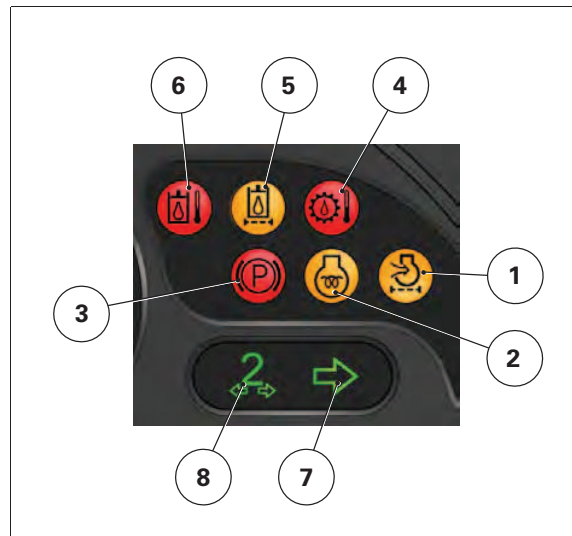

Fig. 5.
- (4) Panel de indicadores luminosos para el freno de estacionamiento ParkLock/freno del remolque/temperatura del sistema hidráulico auxiliar/precalentamiento del motor/temperatura del sistema hidráulico de la transmisión/filtro de aire/bloqueo del sistema hidráulico auxiliar *fig. 5*
- (5) Luz para intermitente izquierdo e intermitente del 1^{er} remolque.
- (6) Luz para intermitente derecho e intermitente del 2^o remolque.
- (7) Temperatura del refrigerante del motor
- (8) Medidor AdBlue™ o DEF (solo motor e3 SCR Technology) e indicador luminoso de carga de la batería
- (9) Pantalla para controlar la presión del aceite del motor o comprobar la presión del sistema de frenado neumático
- (10) Indicador de combustible para el depósito de combustible (con o sin depósito secundario)
- (11) Pantalla digital para controlar las funciones principales: velocidad de marcha adelante/atrás, con indicación de regímenes/gama de marchas de TDF/motor acopladas
- (12) Pantalla digital para controlar las funciones DOT Matrix -
- (13) Testigo de las luces de carretera.